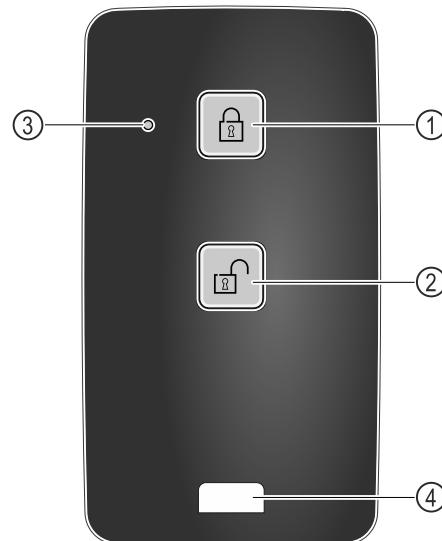

Fig. 147
- Stlačte tlačidlo Fig. 147 (1) na diaľkovom ovládaní. ► Zámok je zamknutý. Dvere sa nedajú otvoriť.
- Stlačte tlačidlo Fig. 147 (2) na diaľkovom ovládaní. ► Zámok je odomknutý. Dvere sa dajú otvoriť.
- LED stavu Fig. 147 (3) vydá po stlačení tlačidla optickú odozvu.
- Oko Fig. 147 (4) na upevnenie diaľkového ovládania, napríklad na zväzku klúčov.